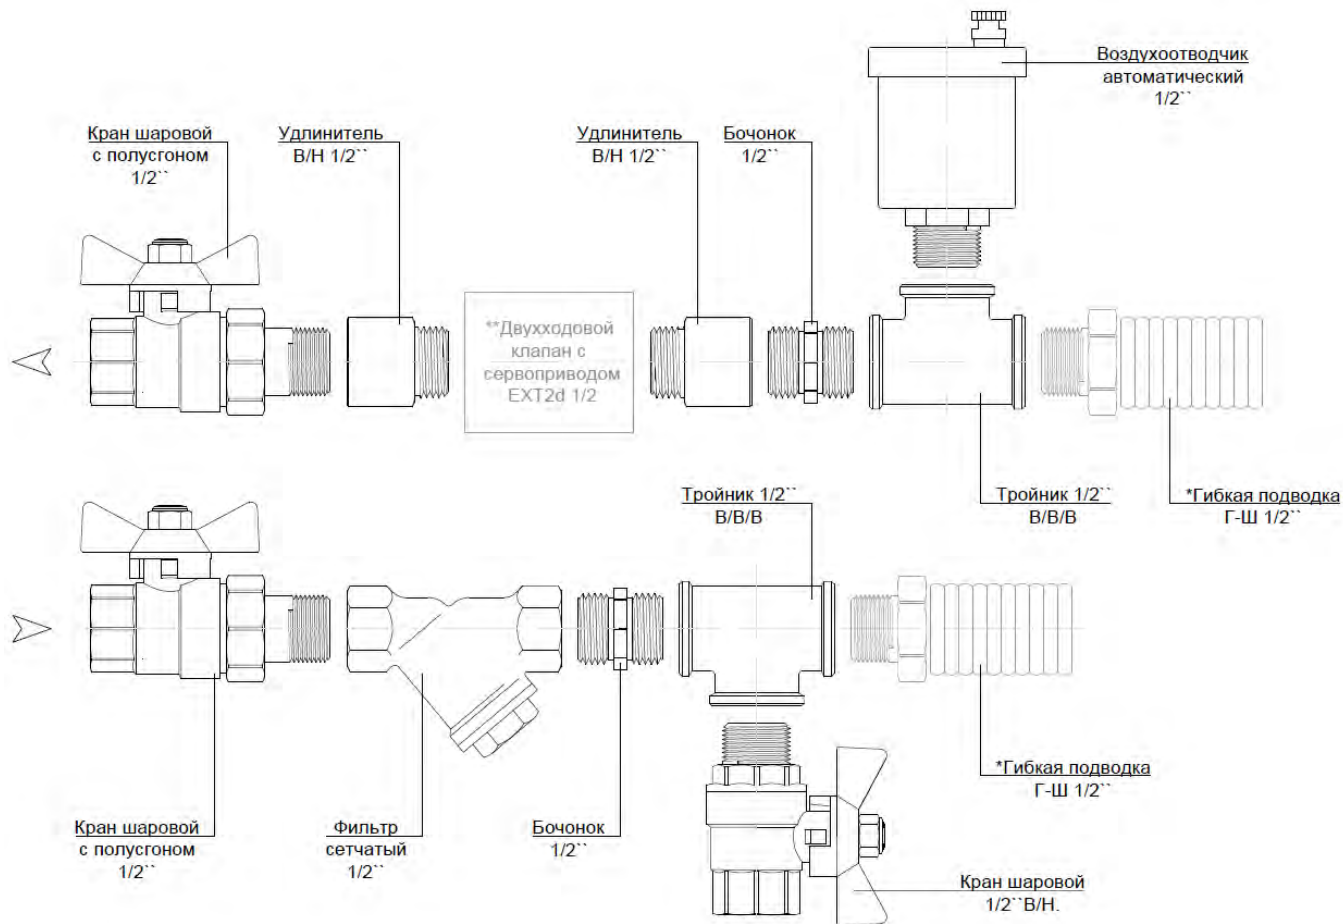

Рис. 1. Сантехнический комплект для обвязки 1С
** При необходимости комплект для обвязки можно дополнить двухходовым клапаном с сервоприводом SRQ2d 1/2, подключение которого выполняется с помощью двух удлинителей и бочонка (Рис. 1.) В противном случае удлинители и бочонок не используются.